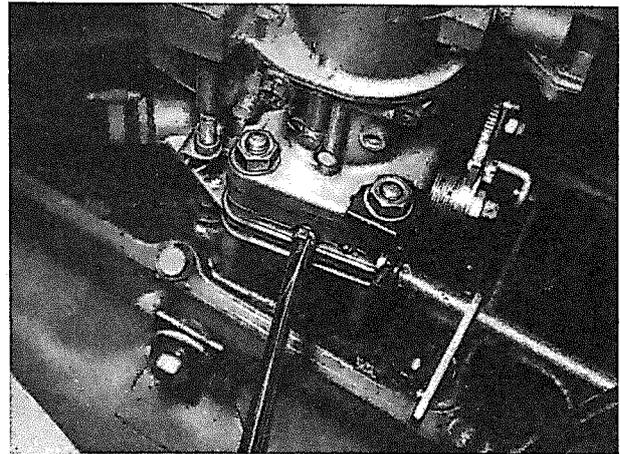

Bild 1
2. Leerlaufgemischregulierschraube rechts zudrehen bis zum Anschlag. **Bild 1 und 2**